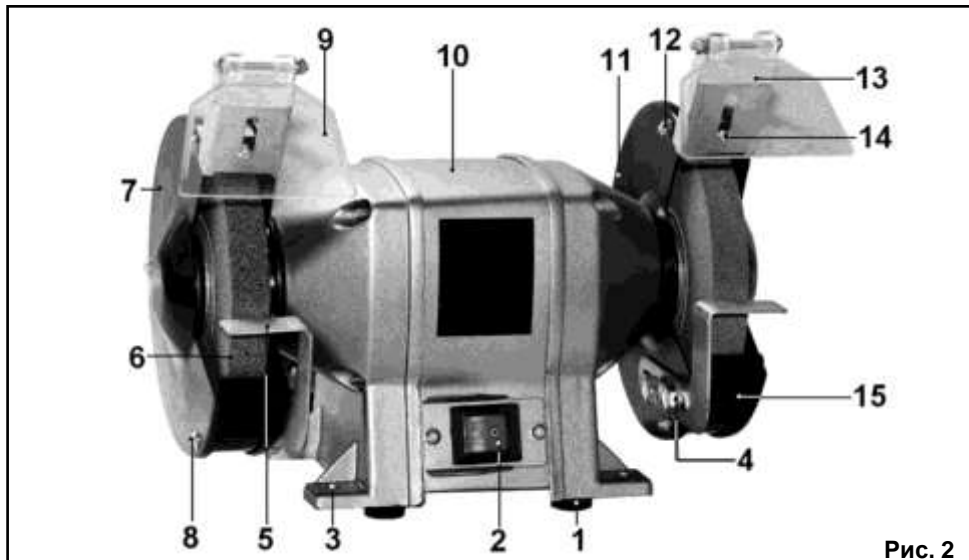

Рис. 2
Машина состоит из следующих сборочных единиц и деталей (Рис. 2):
8. СБОРКА И РЕГУЛИРОВКА (Рис. 2)
8.1.1. Установите подручник (5), используя болты (4), как показано на Рис. 2. Перед установкой подручника (5) установите на болт (4) шайбу из комплекта поставки.
8.2.1. Установите защитный экран (9) в сборе со скобой (13), как показано на Рис. 2. Под шляпку винта (14) подложите шайбу, а под гайку - пружинную шайбу (гровер) из комплекта поставки.
8.2.5. После сборки и регулировки убедитесь в свободном вращении шлифовального круга (6), провернув его на несколько оборотов рукой.
Установите машину на ровной и устойчивой поверхности верстака и надежно закрепите её через специальные отверстия (3) Рис. 2, с помощью болтовых соединений (не входит в комплект поставки). Исключите возможность контакта шнура питания с вращающимися шлифовальными кругами (6).
10.1. Пуск машины (Рис. 2)
10.2. Заточка с помощью шлифовального круга (Рис. 2)
11.2 Замена шлифовального круга (Рис. 2, 3).